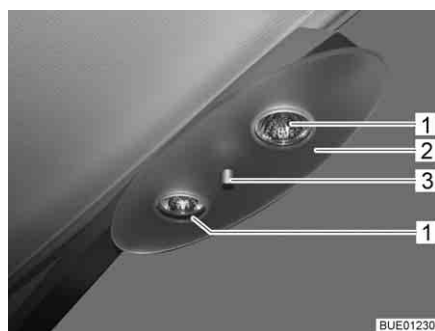

Bild 201 Halogentaklampa
- Skruva av fästmuttern (Bild 201,3) och ta av täckplattan (Bild 201,2).
- Tag ut halogenglödlampen (Bild 201,1).